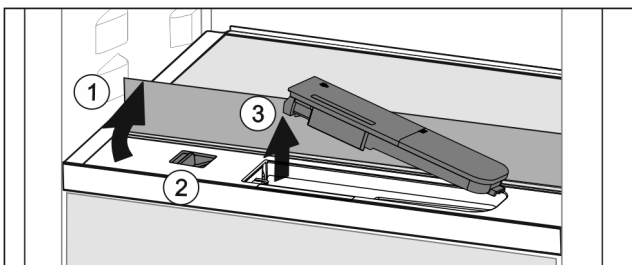

Fig. 150
- ▶ Повдигнете стъклената плоча и я завъртете до ограничителя назад Fig. 150 (1).
- ▶ Преместете плъзгача Fig. 150 (2) наляво.
- ▶ Извадете резервоара за вода Fig. 150 (3).